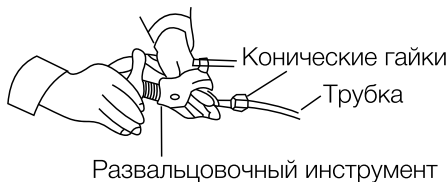

Рис. 3
- С помощью инструмента сделайте развальцовку в конце медной трубки. (Рис. 3)